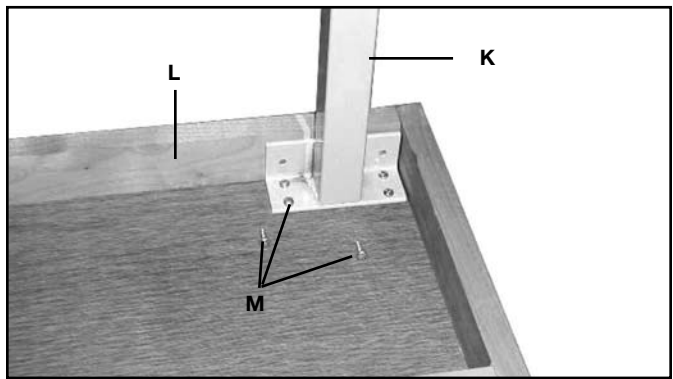

FIG. 19
10. Positionner la patte de table (K) le plus près du coin de la rallonge (L) de la table comme montré à la fig. 19.
11. Fixer la patte de table (K) à la planche (L) de la table au moyen de six longues vis à bois (M) de 5/8 po (16 mm). Répéter l'assemblage pour l'autre patte de table.